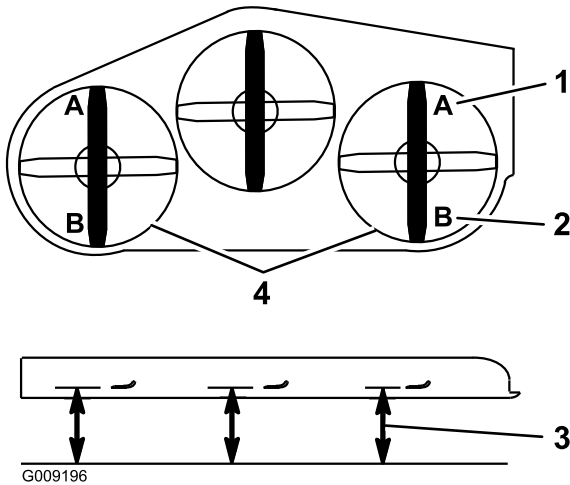

**Figura 108**
5. Empuje el pedal de elevación de la carcasa hacia delante del todo; la carcasa se enganchará en la posición de transporte de 14 cm (5½") (Figura 108).